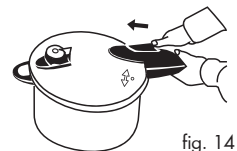

fig. 14
a) Schuif de vergrendeling naar het midden van het deksel (afb. 14).